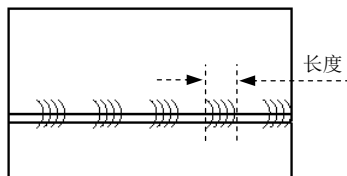

图 6.11.5 焊缝长度
- ☑  焊缝长度(L): 文本框: 该文本框中输入的数值用来定义焊缝的长度 (仅限于 **间歇** 选项), 如图 6.11.5 所示。